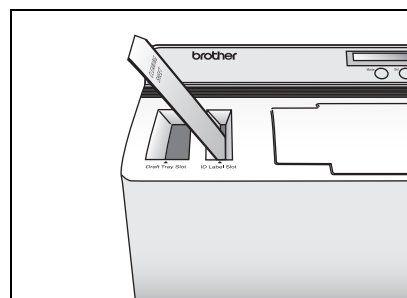

figure 4
- 2 Chargez la feuille de nettoyage dans la fente d'étiquette d'identification face recto orientée vers le haut (voir la figure 4).